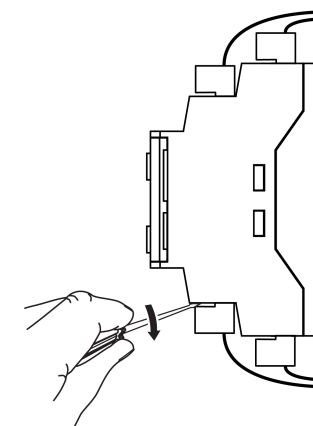

Рисунок 6.3 – Отсоединение съемных частей клемм
1. Отсоединить съемные части клемм от прибора (см. рисунок 6.3).